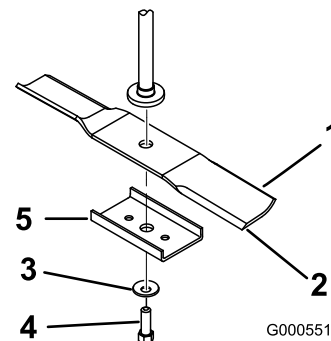

Bild 40
Halten Sie das Ende des Messers mit einem stark wattierten Handschuh oder wickeln Sie einen Lappen um es herum. Entfernen Sie die Messerschraube, Wellenscheibe, Messerverstärkung und das Messer von der Spindelwelle (Bild 40).
1. Setzen Sie das Messer auf die Spindelwelle (Bild 40).
2. Montieren Sie die Messerverstärkung, die Wellenscheibe (Schalenseite zum Messer) und die Messerschraube (Bild 40).